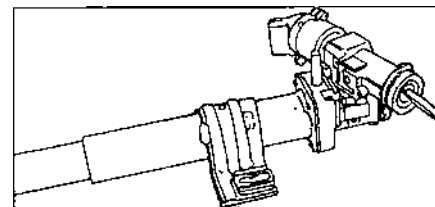

Рис. 6.41.
- после соединения верхней и нижней частей рулевой колонки прикрепить к верхней части специальными болтами корпус замка зажигания (рис. 6.41);